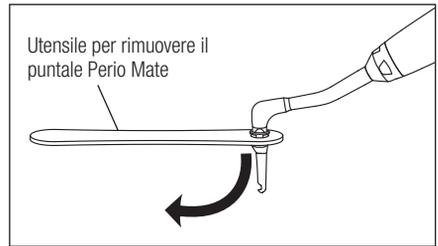

Fig. 7
- 5) Dopo il trattamento, rimuovere il beccuccio dal manipolo utilizzando l'apposito strumento e procedere allo smaltimento. (Fig. 7)